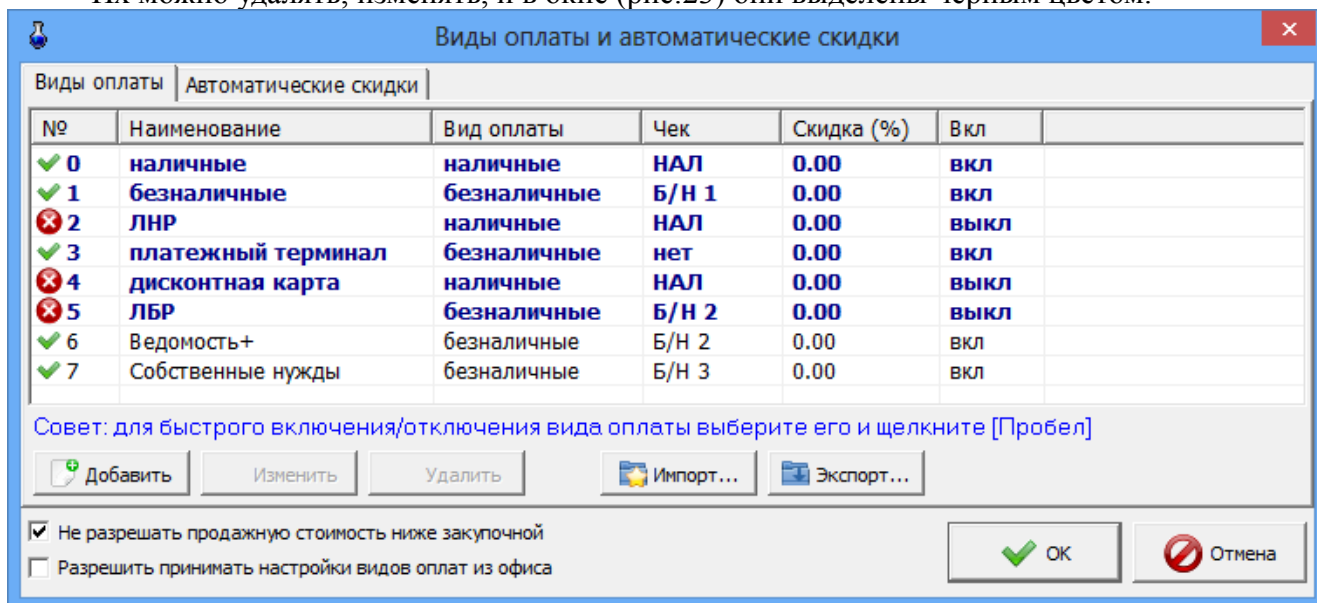

Рис. 23
- индивидуальные для данной АЗС виды оплаты. Данные виды оплаты вводит администратор. Их можно удалять, изменять, и в окне (рис.23) они выделены черным цветом.
Введенные индивидуальные виды оплаты можно сохранить в файл, нажав кнопку «Экспорт». В любое время можно восстановить экспортированные ранее в файла виды оплаты, нажав кнопку «Импорт» (рис.23).